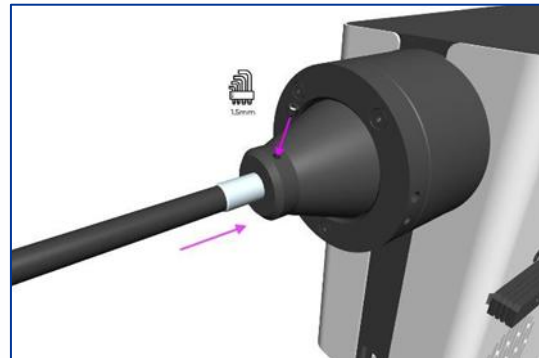

図15
2. 液体ライトガイドを所定の位置にしっかりと固定しながら、1.5 mm 六角レンチを使用して、光源の出力にある固定用グラブネジを静かに締めます 図15